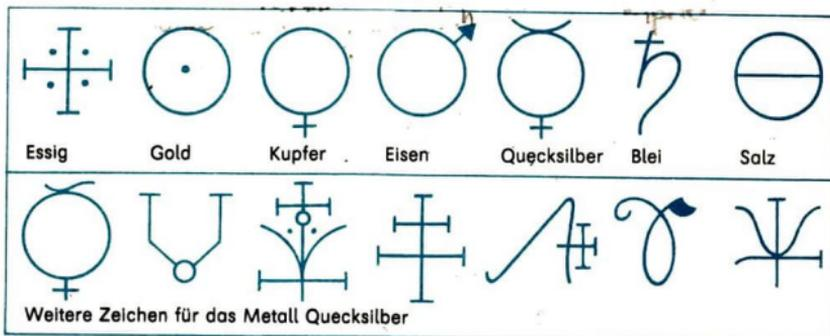

Abb. 39 Chemische Zeichen der Alchimisten
■ Das Element Eisen ist die Atomart, deren Atome im Atomkern 26 Protonen haben. ① ②
① Was versteht du unter a) dem Element Magnesium, b) dem Element Zink? Benutze Tabelle 4!
②\* Einige Alchemisten, die im Mittelalter verschiedene Stoffe untersuchten, wollten aus Metallen wie Blei oder Zinn durch Zugabe anderer Stoffe Gold gewinnen. Beurteile dieses Vorhaben aufgrund deiner Kenntnisse über den Bau der Atome von Metallen!
**Entwicklung der Zeichensprache der Chemie.** Schon die Alchemisten, die sich im Mittelalter mit der Untersuchung von Stoffen und Stoffumwandlungen befaßten, haben ihre Beobachtungen in kurzer Form niedergeschrieben. Sie benutzten bereits im 16. Jahrhundert **Zeichen** für einzelne Stoffe. Diese Zeichen waren sehr unterschiedlich, weil sie zugleich der Geheimhaltung der Erkenntnisse dienen sollten (Abb. 39).